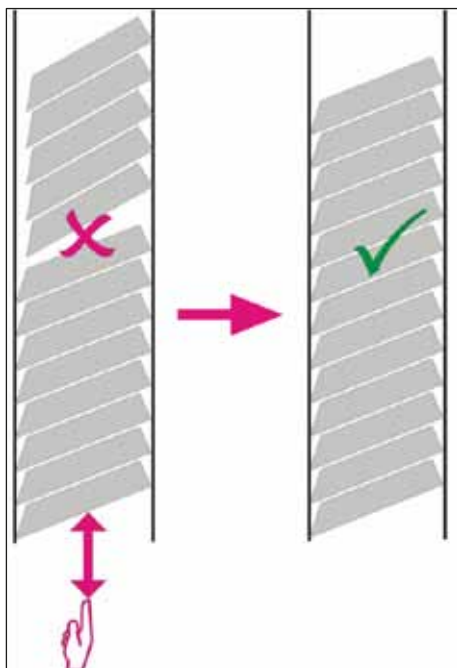

Fig. 29
✓ Då brukar de hamna rätt i magasinet (→ "Fig. 29").
- Om du använder tejpade kassetter, var noga med att den nya stapeln hamnar helt rätt i förhållande till de kassetter som redan finns laddade (→ "Fig. 29").